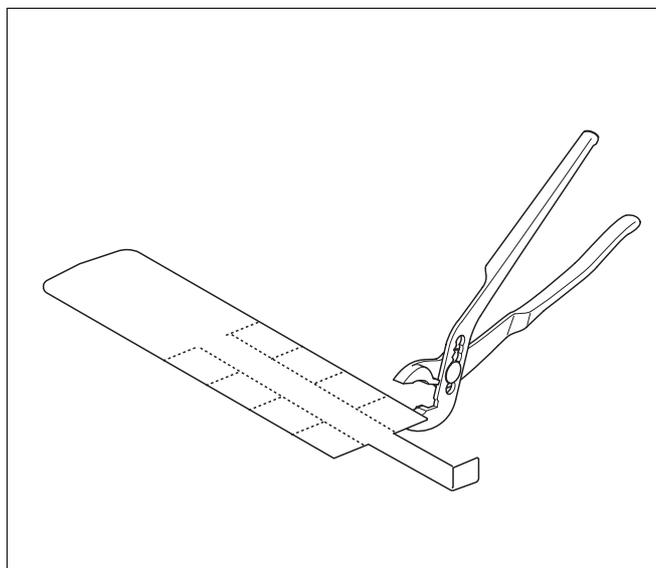

Fig. 53 Accorciare i turbolatori speciali (accessorio)
E' possibile aumentare la temperatura dei gas combustibili solo in modalità d'esercizio dipendente dall'aria del locale. Per aumentare la temperatura dei gas combustibili, è possibile accorciare i turbolatori in corrispondenza dei punti di frattura obbligati (cfr. fig. 53, pagina 56). La temperatura dei gas combustibili aumenta di 5 – 7 K ad ogni segmento staccato. Questi turbolatori speciali sono forniti dalla Buderus come accessori.
- Accorciare i turbolatori speciali agendo sui punti di frattura obbligati con una pinza (fig. 53). Vengono forniti dalla Buderus come accessori.